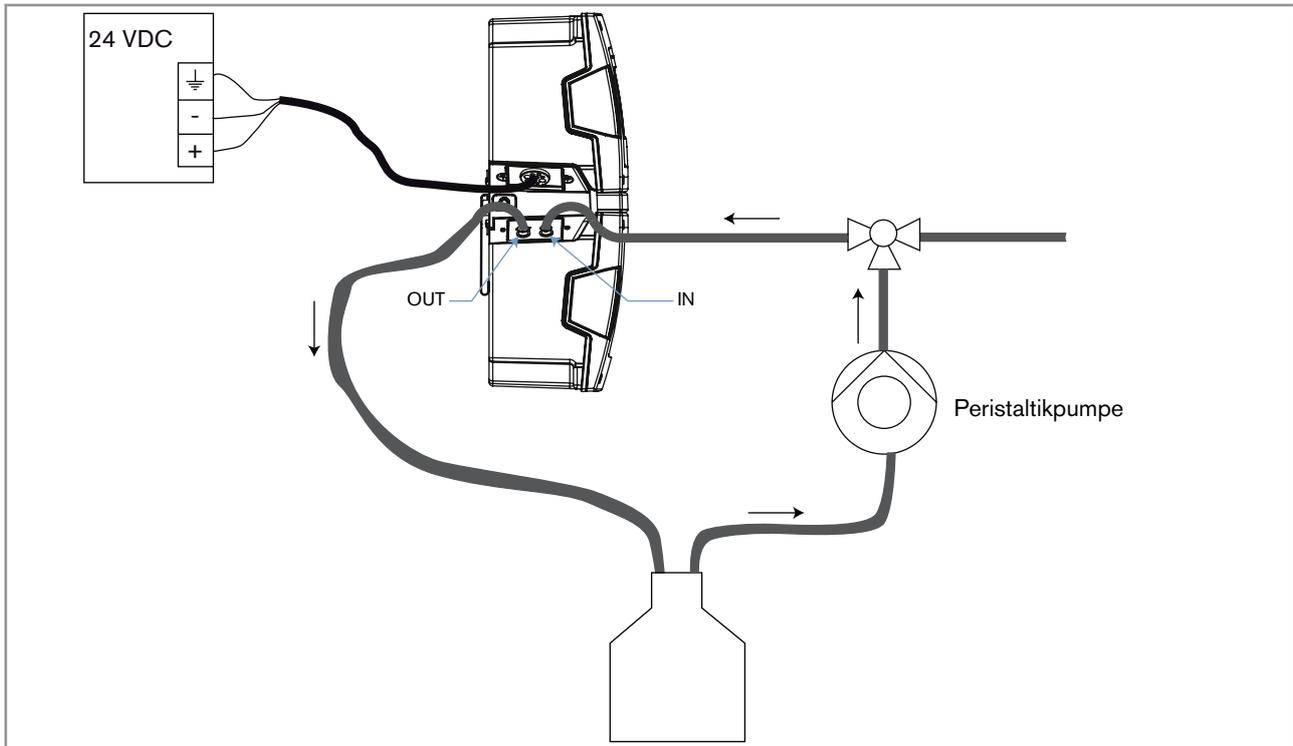

Abb. 3: Aufbau für die Kalibrierung des Sensors in einem System Typ 8905
1. Eine Peristaltikpumpe an den Wasserprobeneinlasskreis des Systems anschließen, wie in Abb. 3 gezeigt. Wenn die fluidischen Anschlüsse nicht korrekt vorgenommen sind, können Produkt und System beschädigt werden, weil der Druck in Produkt und System zu hoch ist.
1. Eine Peristaltikpumpe an den Wasserprobeneinlasskreis des Systems anschließen, wie in Abb. 3 gezeigt, siehe Kap. 8.10.1. Wenn die fluidischen Anschlüsse nicht korrekt vorgenommen sind, können Produkt und System beschädigt werden, weil der Druck in Produkt und System zu hoch ist.